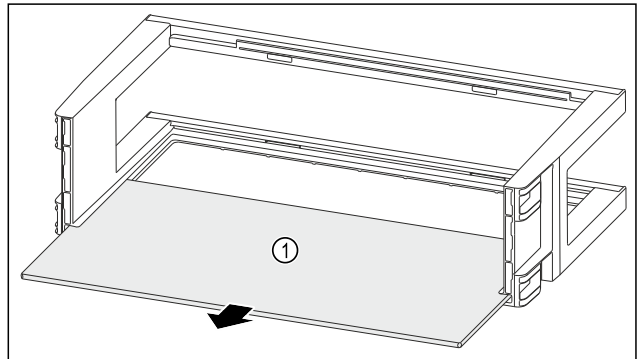

Fig. 89
- Raf alanını Fig. 89 (1) çıkarın.